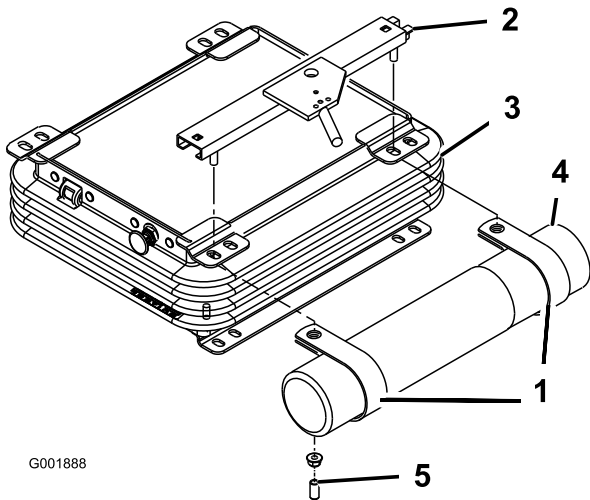

図7
2. 上シートブラケットをシートサスペンションの左側に固定しているナット2個とビニルキャップを取り外す既に取り付けしていた場合 図7。
3. 今はずしたナット2個で、Rクランプをシートブラケットのスタッドに仮止めする 図7。
4. クランプに筒を取り付け、ナットを締め付ける (図7)。